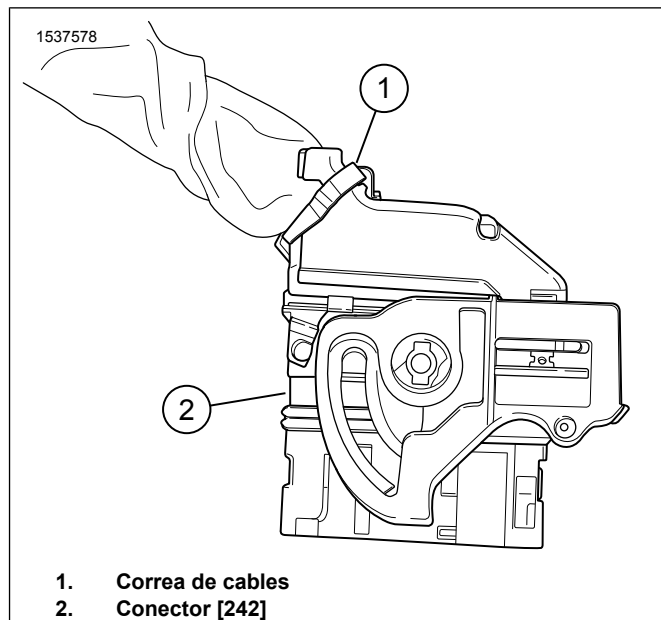
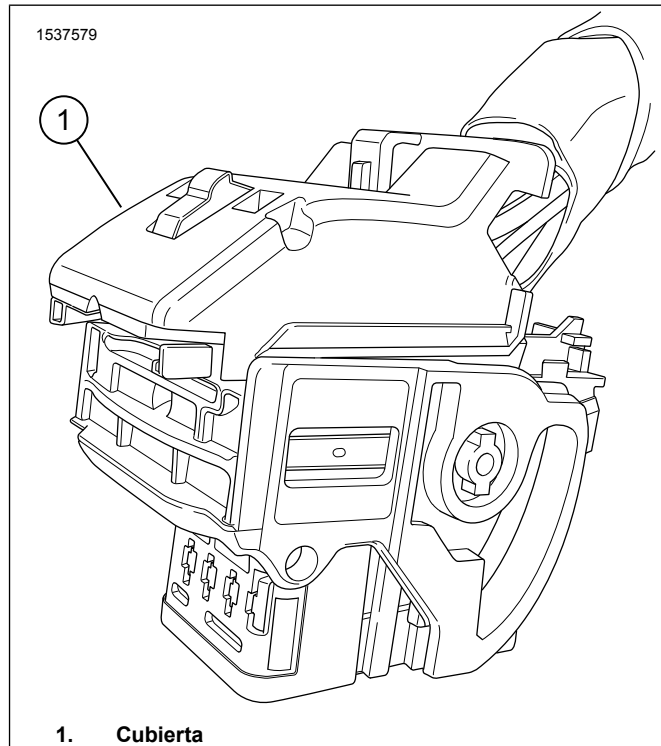
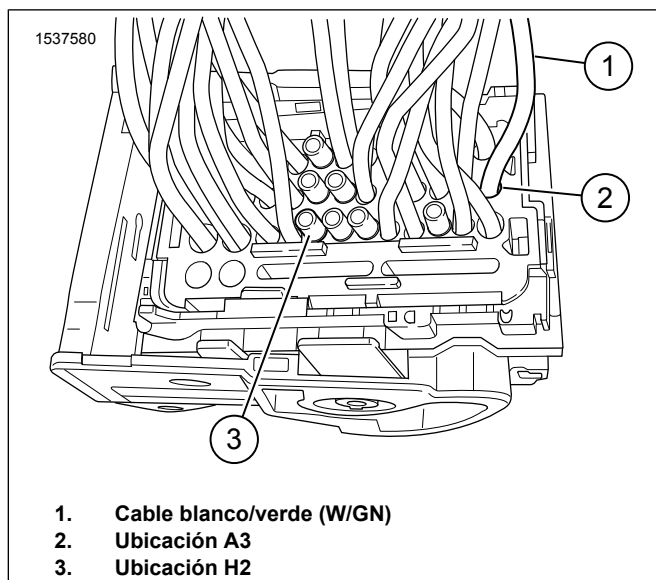

Figura 18. Conector [242]
Figura 19. Cubierta del conector [242]
Figura 20. Cable blanco/verde (W/GN)
- Figura 18 Ubique y desconecte el conector (242).
- Extraiga y deseche la correa de cables (1).
- Figura 19 Extraiga la cubierta del conector.
- Deslice la cubierta (1) del cuerpo del conector.
- Figura 20 Verifique la posición del cable 180 (W/GN) (1).
- Ubicación A3 (2).
- Verifique la ubicación del enchufe H2 (3).
- Extraiga el enchufe de la ubicación H2 (3). Consérvelos para su uso posterior.
- Extraiga el cable (W/GN) de A3 (2).
- Instale el cable (W/GN) en H2 (3).
- Instale el enchufe en A3 (2).